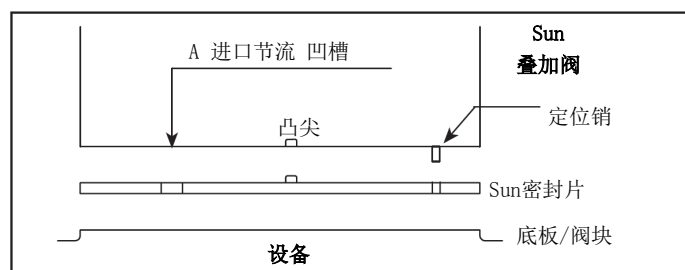

图2 装配
所有Sun密封片的制造规格都符合目前工业标准上对油口、安装螺钉的要求。每个Sun IS003 (CETOP3) 叠加阀体安装面上都钻有一个销栓定位孔来保证油口和安装孔的准确定位。为了进一步保证阀体正确定位，所有IS003 (CETOP3) 叠加阀体上戳印了箭头来说明其与密封片上凹槽的关系（见图2）。多功能阀体对应所有可能的安装位都戳印了凹槽。应仔细检查来确保安装位对应是想要的功能。
- 2 安放Sun叠加阀体，并使跟所需机能相对应的“凹槽”控制箭头指向密封片上的“凹槽”（见图2）。